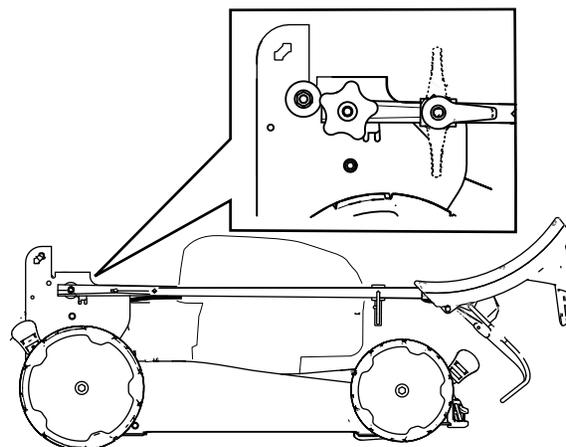

Figura 22
- Piegate la stegola in avanti, in una delle posizioni completamente in avanti come illustrato nella Figura 22.